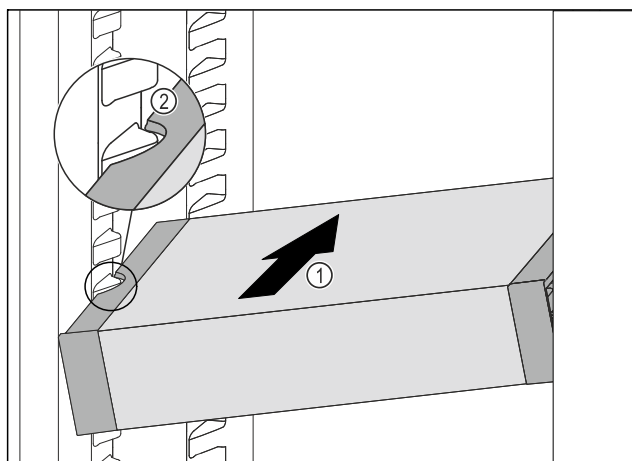

Fig. 102
- Zasuňte VarioSafe do chladničky pod úhlem tak Fig. 102 (1), aby vybrání na bocích Fig. 102 (2) VarioSafe byla na úrovni žebrování na nádoby v chladničce.